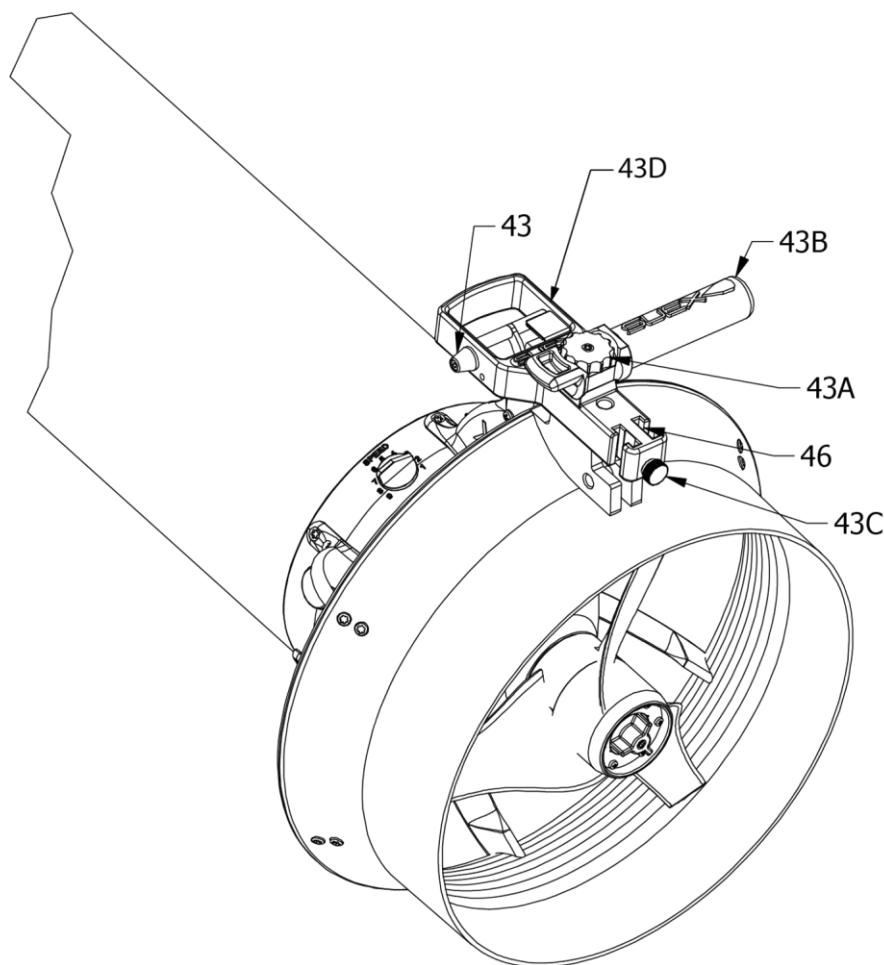

Fig.7 - Impugnatura girevole e cruise control
Nel dispositivo di comando (Fig.7) troviamo: il grilletto (43D), un pomolo di fissaggio (43A) e una relativa vite di blocco pomolo, una maniglia (43B), un pomolo di fissaggio accessori (43C), due sedi per accessori (46) e il pomello cruise control (43).
Per quanto riguarda l'utilizzo, l'impugnatura può essere posizionata a destra (come nella Fig.7) o a sinistra.
Il pomello cruise control (43 - Fig.7) può essere montato sia a destra che a sinistra della maniglia.
Il pomello cruise control (43 - Fig.7), deve essere utilizzato solo sotto il massimo controllo della situazione da parte del subacqueo. Deve essere possibile in qualunque momento intervenire sul pomello stesso, sul grilletto o sull'interruttore di accensione dello Scooter, al fine di evitare qualsiasi tipo di rischio di collisione o di trascinarsi del subacqueo in zone pericolose.
Aggiungendo la zavorra mare (23 - Fig.7), fornita in dotazione, lo Scooter può essere adattato all'utilizzo in acqua salata.